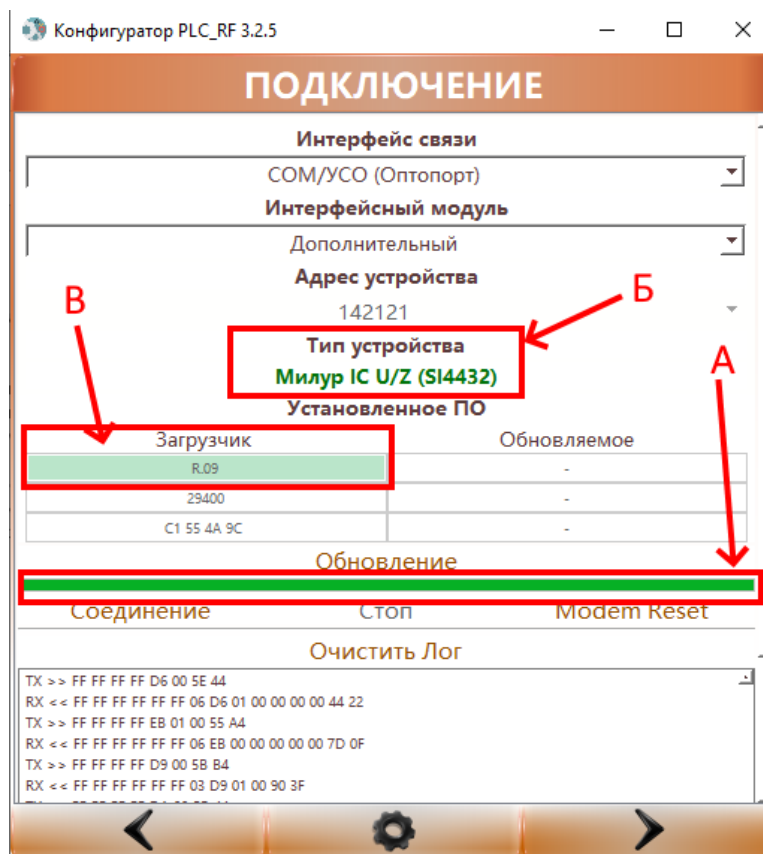

Рис. 3
4. Об успешном соединении говорит заполненный прогресс-бар (А), определившийся «Тип устройства»(Б), и версия загрузчика ПО (В). В нашем случае R09 (рис.3)